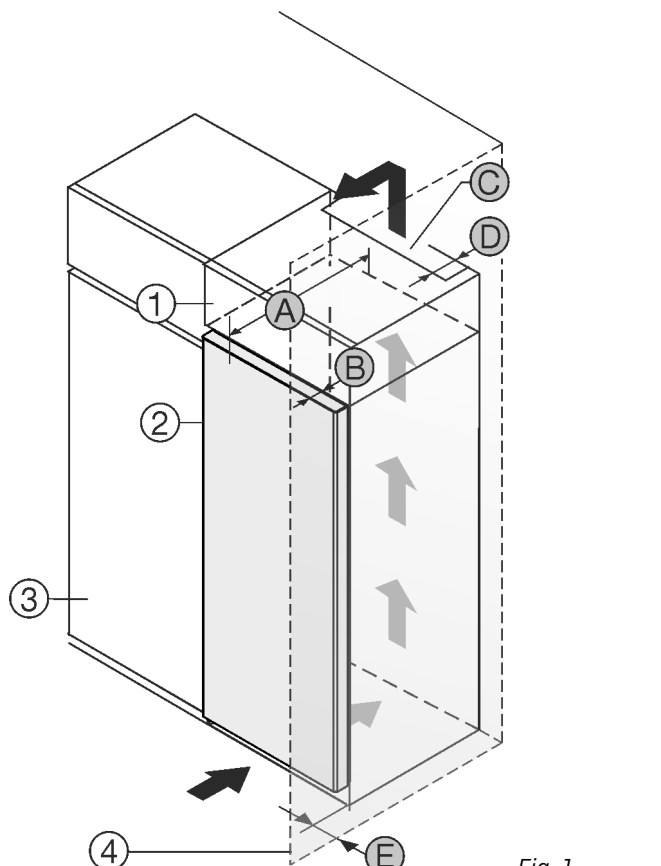

Fig. 1
Aparat postavite neposredno zraven kuhinjske omare Fig. 1 (3).
Na zadnji strani nadgradne omare mora biti zaradi prezračevanja in odzračevanja po vsej širini nadgradne omare prezračevalni jašek globine Fig. 1 (D).
Pod stropom je treba upoštevati presek prezračevanja Fig. 1 (C).
Če aparat postavite s tečajji poleg stene Fig. 1 (4), mora razdalja med aparatom in steno znašati vsaj 13 mm.
Če aparat postavite s tečajji poleg stene Fig. 1 (4), mora razdalja med aparatom in steno znašati vsaj 20 mm.
Da vrata lahko odpirate, mora aparat štrleti ven vsaj za globino vrat Fig. 1 (B) glede na fronto kuhinjske omare. Odvisno od globine kuhinjskih omar Fig. 1 (3) in uporabe stenskih distančnikov lahko aparat štrli bolj ven.